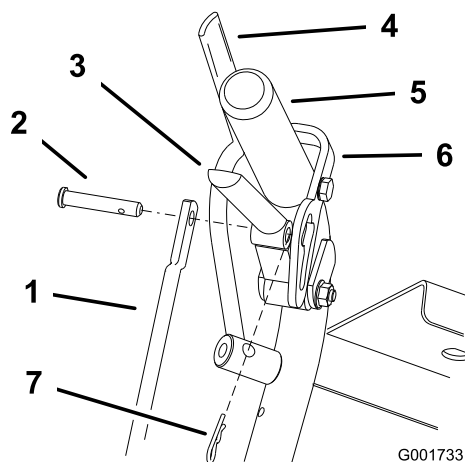
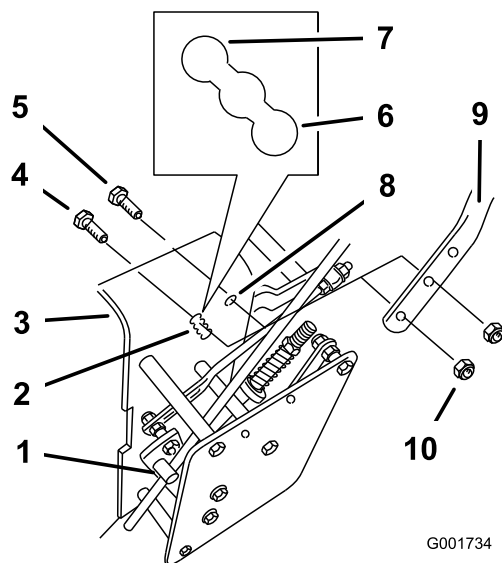

Figure 18
Figure 19
1. Retirez les goupilles fendues et les axes de chape des leviers de déplacement et des verrous du point mort (Figure 18).
2. Desserrez les boulons à embase supérieurs (3/8 x 1-1/4 po) et l'écrou à embase qui fixent la poignée au cadre arrière (Figure 19).
3. Enlevez les boulons à embase inférieurs (3/8 x 1 po) et les écrous à embase de fixation de la poignée au cadre arrière (Figure 19).
5. Réglez la longueur de la tige de commande en la tournant dans sa fixation (Figure 18 et Figure 19).
6. Posez la goupille fendue entre les leviers de déplacement et les verrous de point mort, et dans les axes de chape (Figure 18).